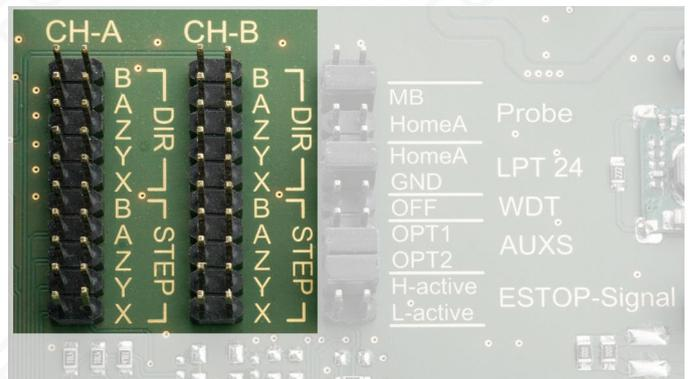

Bild 35: Die Jumper auf der Hauptplatine
- Falls erforderlich, bauen Sie zunächst die bestehenden anderen Module so weit aus, dass Sie ungehindert Zugang zu den Jumpers auf dem MC Bob haben (Bild 35).